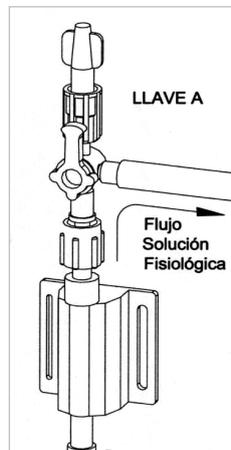

Figura 11-18 - Posición final de la Llave “A” y la tapa
- 9 Cuando el equipo muestre **OK** en el menú puesta a cero y 0 (cero)  $\pm 1$  mmHg en los valores de presión, podrá volver la llave de 3 vías (Llave “A”) a la posición en la cual el Transductor de Presión queda conectado al paciente. Para ello, una vez finalizada la puesta a cero, vuelva a colocar la tapa, gire la Llave “A” a la posición que muestra la Figura 11-18 - Posición final de la Llave “A” y la tapa y abra el Clamp para obtener un Flujo de Lavado (solución fisiológica) de entre 2 ml/h y 4 ml/h para que la solución no influya en la certeza de la medición, esto es entre 2 gotas y 4 gotas por minuto para micro-gotero ó entre 2 gotas y 4 gotas cada 3 minutos para macro-gotero.